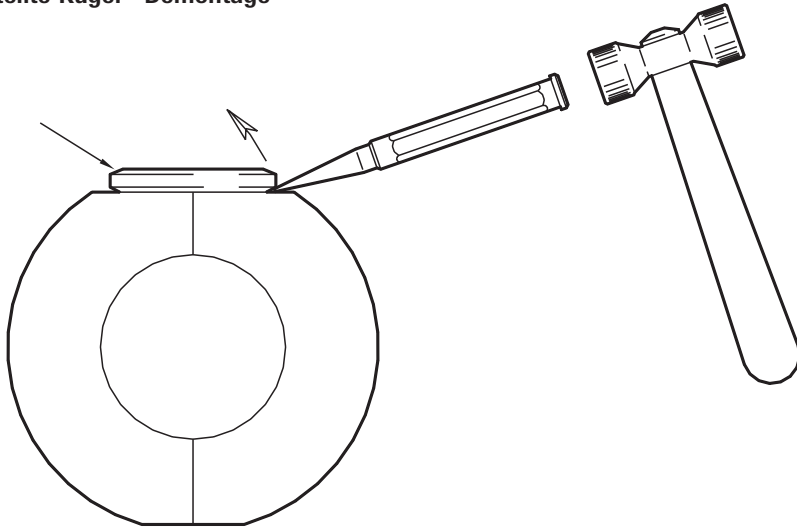

Abb. 1
- 5.1. Kugelhalter (2b) lösen (s. Seite 6, Abb. 1).